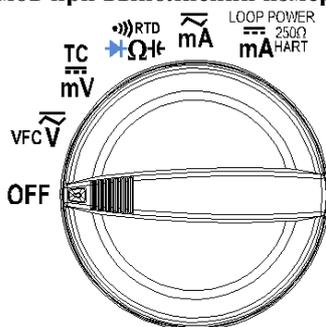

Рис. 3.
- Рис. 3 и Таблица 3 описывают измерительные функции первых 5-и положений переключателя (Мультиметр).